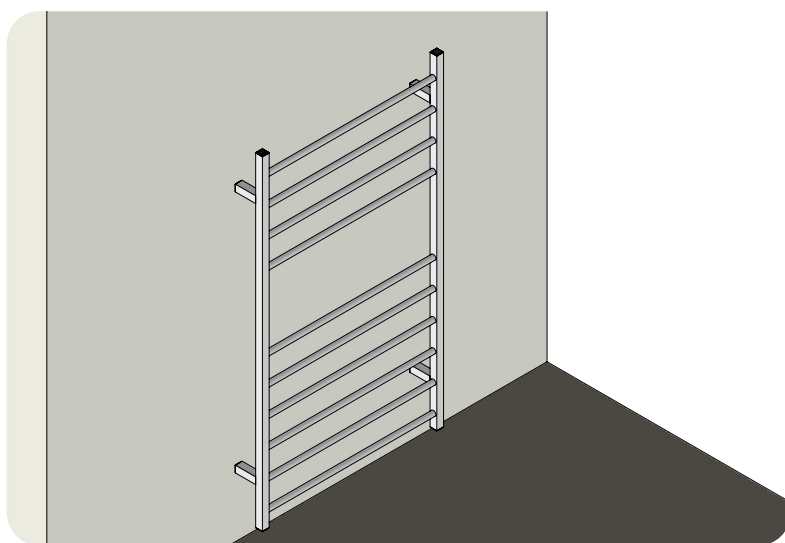

Figura 27 – Posição de instalação do Toalheiro
**10.** A correta instalação do Toalheiro se dá quando todos os 4 (quatro) apoios tocam a parede simultaneamente (Figura 27).